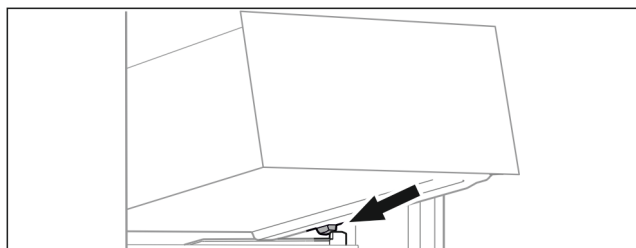

Fig. 114
- Applicare il cassetto inclinandolo dietro i fermi sulla nervatura del contenitore. (vedere Fig. 114)